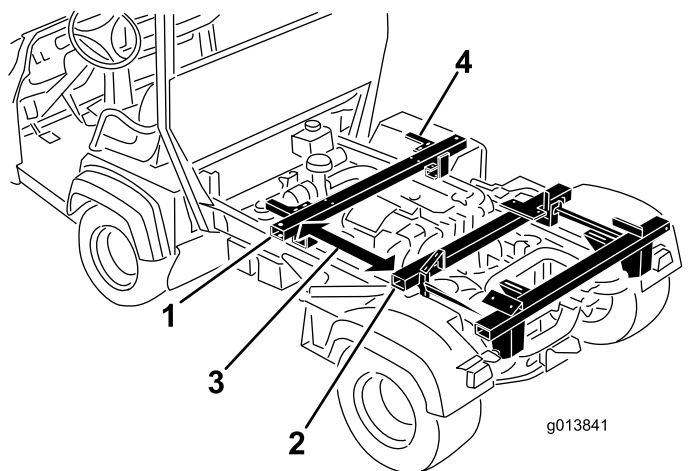

Figura 7
1. Allineate le 2 staffe a L della traversa anteriore in direzione della parte anteriore della macchina (Figura 7)
2. Posizionate la traversa anteriore sul telaio del veicolo in modo tale che essa si trovi davanti alla traversa centrale e a una distanza di 76 cm da essa (Figura 7).